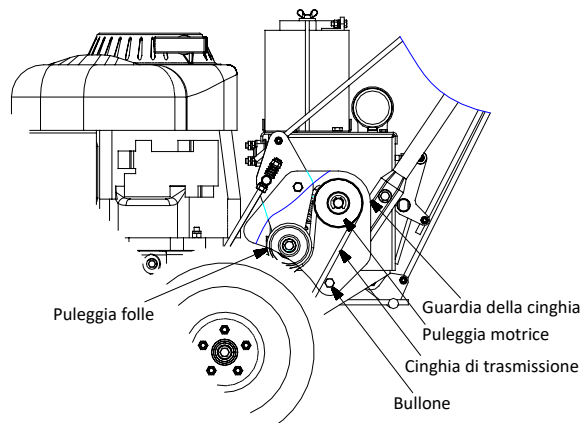

FIG 12.
- Regolazione dell'asta di comando: Rimuovere il perno sulla parte superiore dell'asta di comando, estrarre l'asta di comando dalla leva dello sterzo, girare l'asta di comando in modo che la lunghezza delle due aste di comando sia la stessa e reinstallare tutte le parti nell'ordine corretto. (Vedere FIG 12)
- Quando il tosaerba tira a sinistra o a destra o non opera in linea in condizioni normali, il leveraggio dello sterzo a sinistra, a destra o su entrambi i lati deve essere regolato. Vedere la FIG 12.